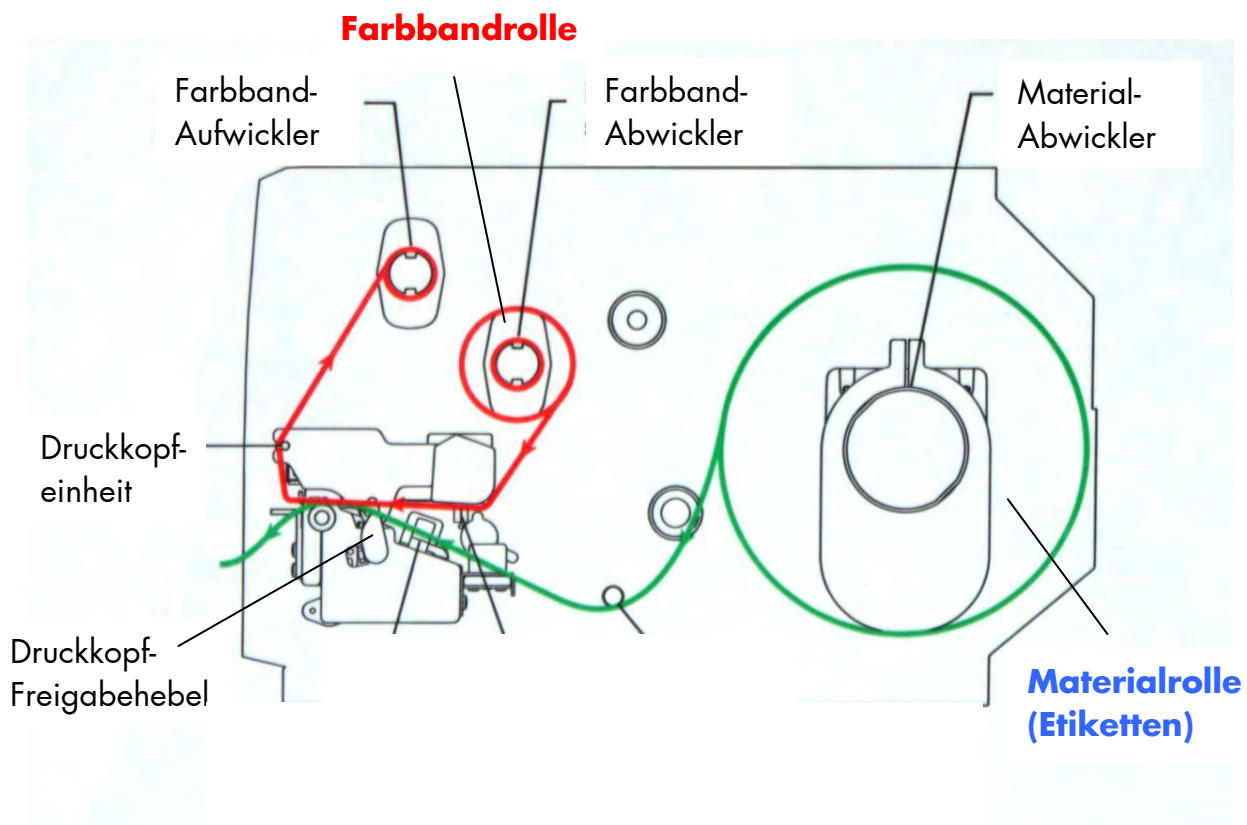

Abb. 4.1.a Schematische Darstellung: Material- und Folienverlauf im Drucker
- a) Die Farbbänder für diesen Drucker tragen die Farbe „außen“ (Tinte auf der Außenseite der Rolle); beachten Sie deshalb die in Abb. 4.1.a sowie in der folgenden Grafik gezeigten Wickelrichtungen der Rollen.